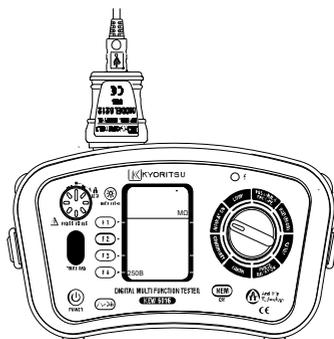

Рис.52
(2)Подсоедините Модель8212USB к KEW6016 как показано на Рис. 52. Отсоедините измерительные щупы от прибора.